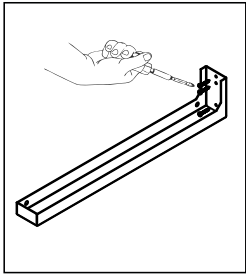

Рис. 2
- 5.11 Установите два кронштейна на стене (рис. 2) со строгим соблюдением длин между осями посадочных размеров (1100 мм для OF 23 C 24 и 1387 мм для OF 23 C 30).